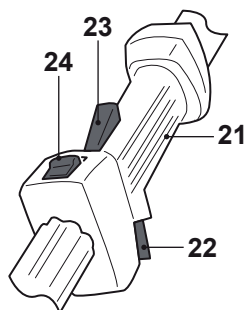

Fig. 26
- > Relâchez la manette de blocage [23] et l'accélérateur [22], puis laissez l'appareil tourner à vide pendant 10 à 15 secondes (fig. 26).